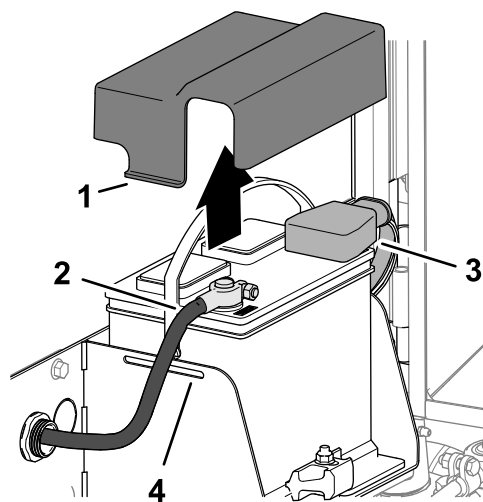

Figura 127
3. Pressione a lateral da cobertura da bateria, e retire a cobertura das ranhuras do tabuleiro da bateria (Figura 127).